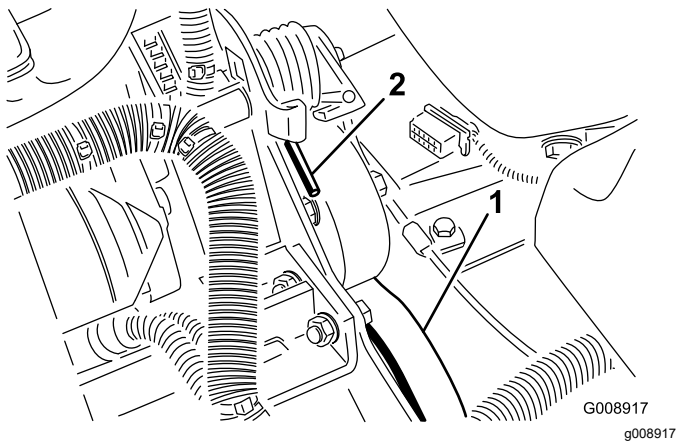

Figura 74
3. Empurre a mola para a frente e para trás (Figura 74) para a desprender do apoio e libertar a tensão da mola.